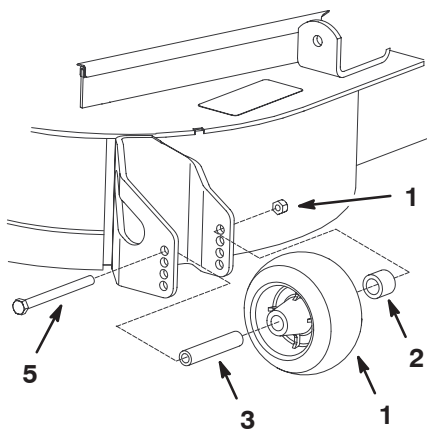

Bild 12
1. Nach dem Einstellen der Schnitthöhe sollten Sie die Rollen einstellen. Nehmen Sie die Bundmutter, die Büchse, das Distanzstück und die Schraube ab (Bild 12).
3. Setzen Sie die Bundmutter, die Büchse, das Distanzstück und die Schraube ein. Ziehen Sie sie auf 54–61 Nm fest (Bild 12).